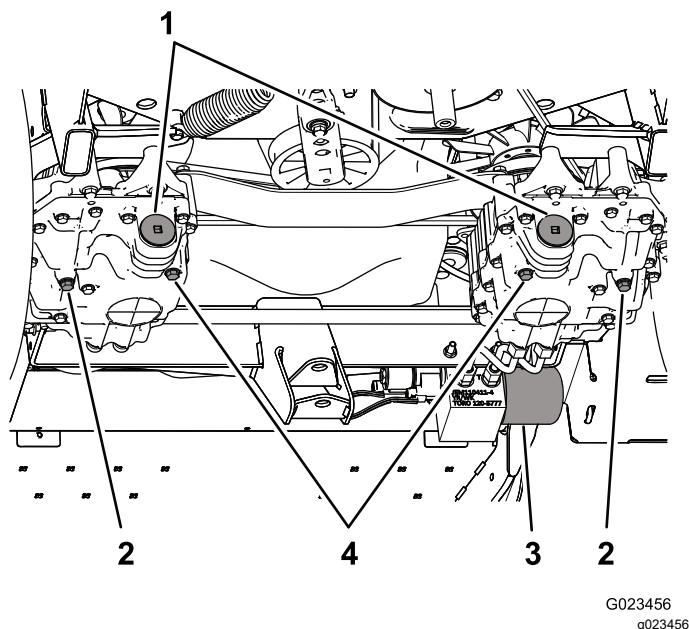

Figure 69
3. Retirez le bouchon de vidange sur le côté pompe et le bouchon de vidange sur le côté boîtier d'engrenage (Figure 69), et faites une vidange d'huile complète.